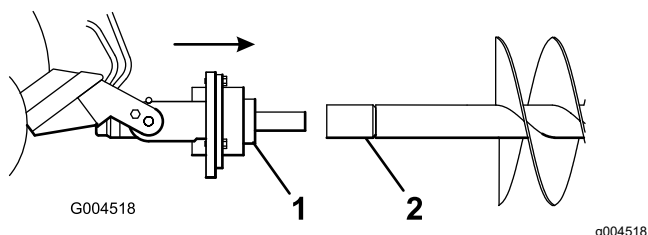

Figura 7
8. Manevrai arborele de transmisie în capătul arborelui melcului sau al extensiei (dacă este cazul), aa cum se arată în **Figura 7**.